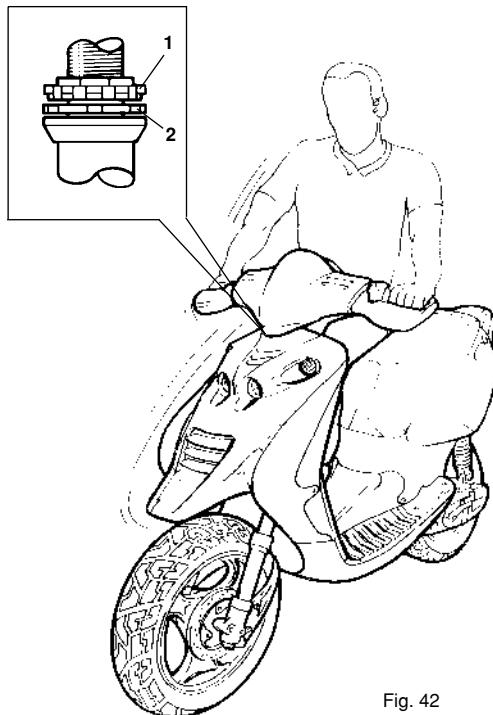

Fig. 42
- Die Nutmutter (1 - Fig. 42) lösen.
- Das Spiel durch Verstellen der Nutmutter (2) beseitigen.
- Ist das Spiel beseitigt, wird Nutmutter (1) wieder festgezogen. Die Nutmutter (2) gegen den Uhrzeigersinn gegen Nutmutter (1) festschrauben.